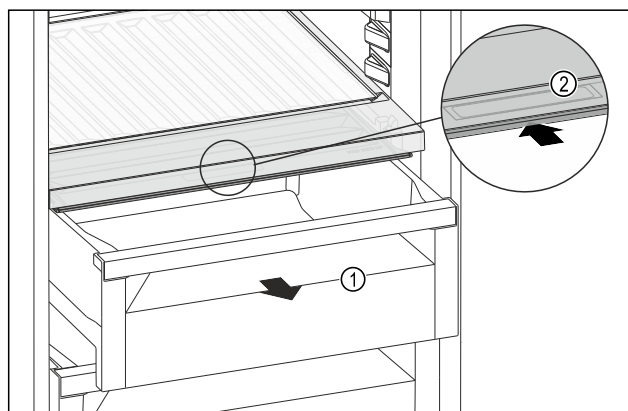

Fig. 180
- ▶ Zásuvku *Fig. 180 (1)* vytáhněte.
- ▶ Uchopte prohlubeň pro rukojeť *Fig. 180 (2)* na víku zásuvky a současně zasuňte víko zásuvky směrem dozadu.